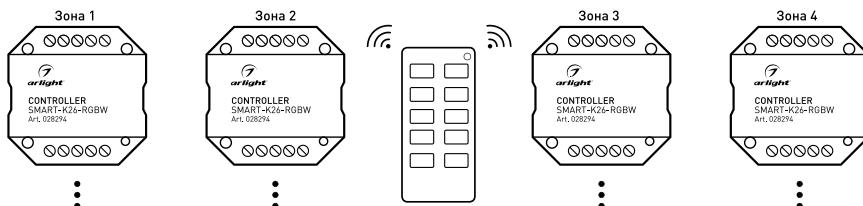

Рисунок 4. Вариант построения системы с 4-зональным пультом дистанционного управления
3.10. При использовании многозонных пультов ДУ или панелей можно построить разветвленную систему управления [рисунок 4].